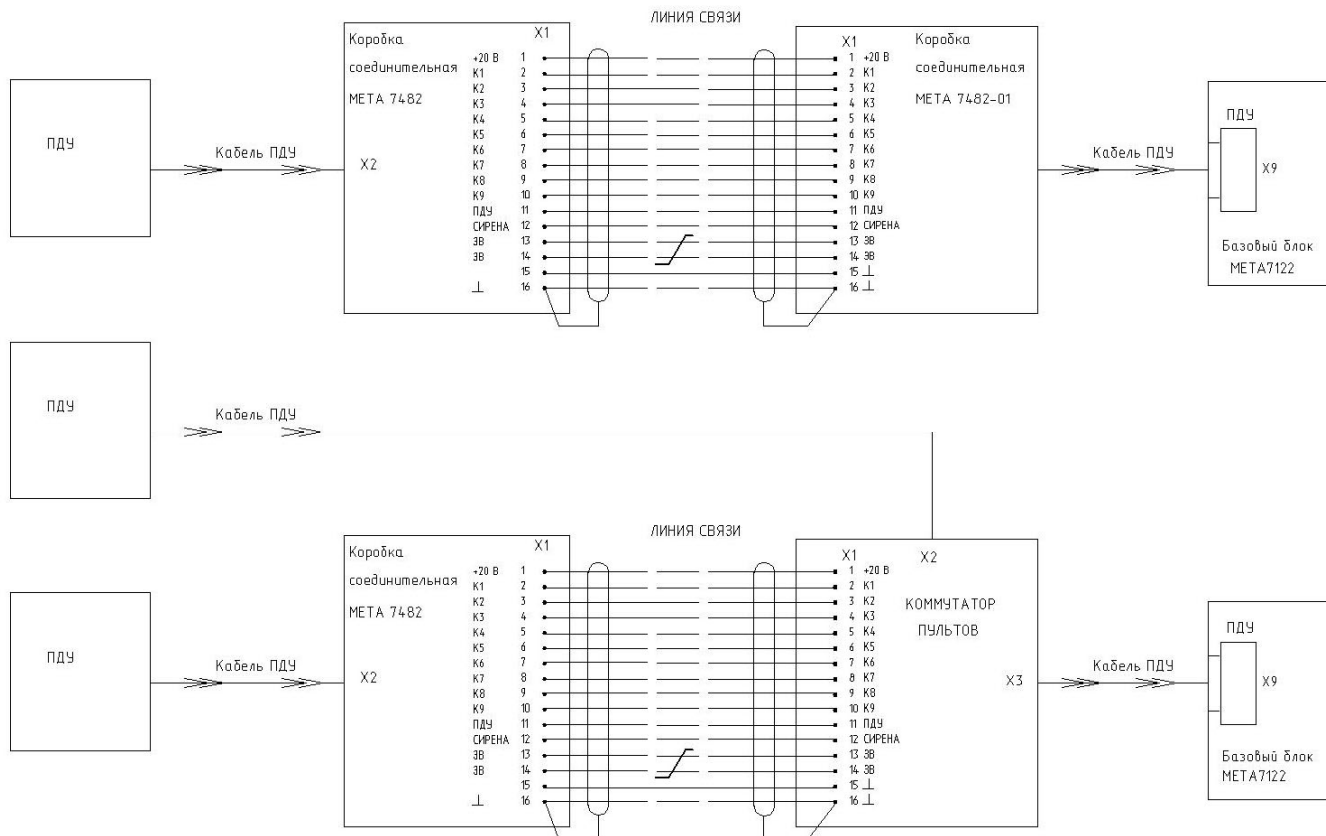

Рис.1 Схема подключения ПДУ
7.4. ПДУ подключается своим кабелем к усилителю, либо через соединительные коробки пульта. Лучше соединять коробки кабелем TASKER C187 8x2 D9, так как при этом длина связи с УМ может быть значительно большей, чем 100м, однако можно и любым проводом сечением 0,2 и выше, но повода 3В (конт. 13, 14), при длине более 30м, желательно прокладывать экранированным проводом, например КММ2 0,12 мм². При использовании второго пульта применяется коммутатор ПДУ. Установка приоритета между пультами производится джамперами в коммутаторе ПДУ. Установив джамперы на штыри X4, X6, X8, пульту, подключенному к X1 присваивается высший приоритет. Установив джамперы на штыри X5, X7, X9, пульту, подключенному к X2 присваивается высший приоритет. Схема подключения ПДУ через коммутатор пультов показана на рис.1 Подключение ПДУ к блоку должно происходить только при отключенном основном и резервном питании